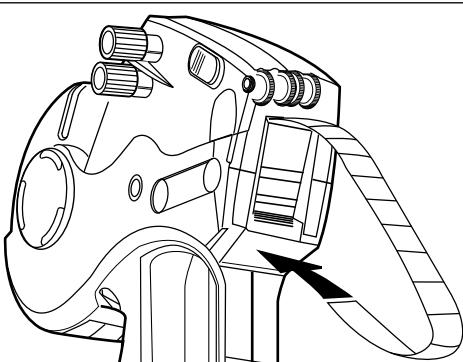

Figure 6
7. Pressez et maintenez la détente enfoncée tout en alimentant la bande d'étiquettes sous le rouleau et jusqu'à la grande fente au-dessus de la flèche, jusqu'à ce qu'elle s'arrête ou atteigne l'arrière. (Voir Figure 6)